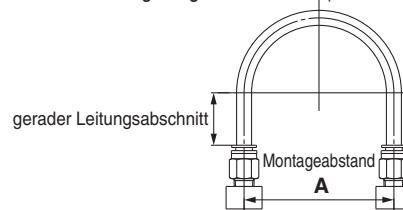

Abb. 1 Empfohlene Konfiguration bei der Leitungsverlegung
1. Sehen Sie beim Anschluss von Schläuchen mit Steckverbindungen für den Schlauch eine Reservelänge vor, wie in Abb. 1, „Empfohlene Leitungskonfiguration“ gezeigt.